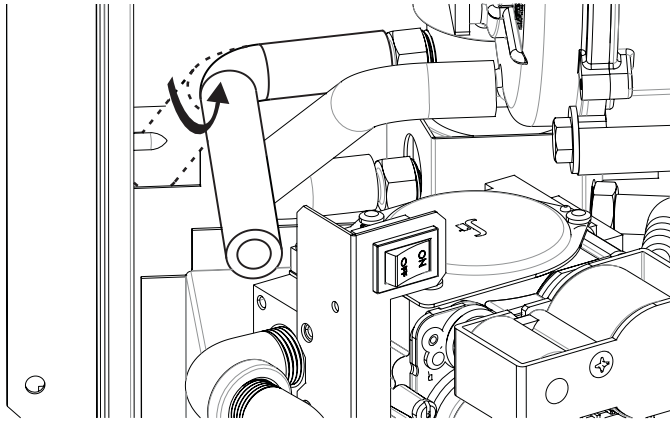

Figure 3
- Retirez et jetez le collier de serrage et le raccord cannelé de la conduite noire d'évacuation des condensats en bas à gauche du purgeur de condensats. Faites pivoter le tuyau vers l'avant de la fournaise. **Voir figure 3.**